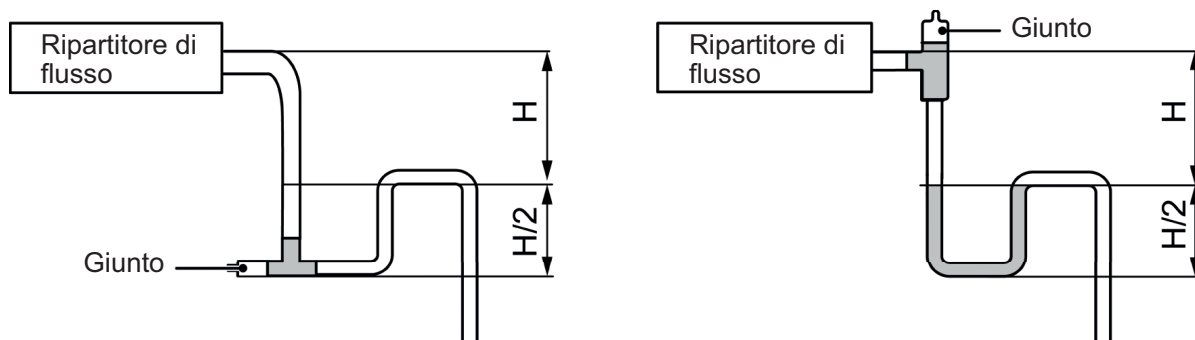

Fig. 4.3.6
- (5) Installare il sifone come mostrato in Fig. 4.3.6.
- (6) È necessario installare un sifone per ogni Unità.
- (7) Durante l'installazione del sifone, occorre prendere in considerazione la necessità di effettuare la pulizia del sifone stesso in futuro.